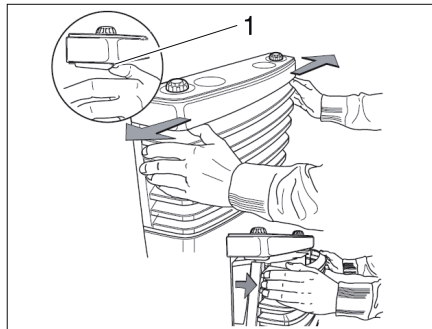

Fig. 109 Enlever le revêtement du chauffage
- Enlever le revêtement du chauffage. A cet effet, pousser les ressorts de fermeture (Fig. 109,1) latéralement vers l'extérieur, faire basculer le revêtement vers l'avant et le soulever hors des paliers inférieurs.